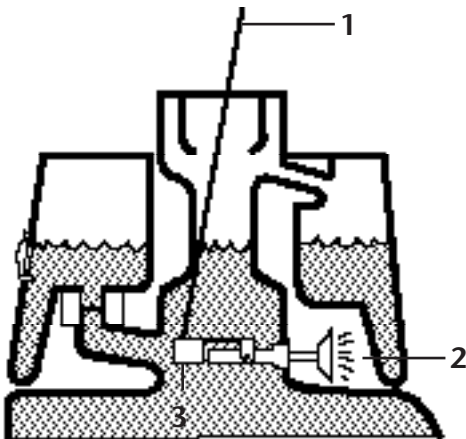

Bild 20
3. Eine(n) saubere(n) Stange oder Schraubenzieher in das Füllrohr des Reservoirs einführen und den Schwimmerschalter vorsichtig nach unten drücken (Bild 20). Nach einer Verzögerung von 1 Sekunde muß der Alarmsummer vernehmbar werden.